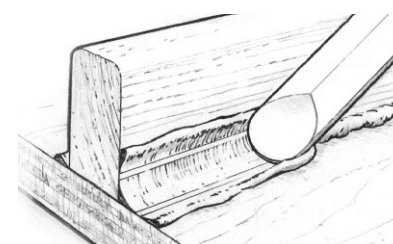

Figure 13 Formez et lissez le flanc de raccordement à l'aide d'un outil de filetage arrondi.
2. Moulez et lissez l'époxyde épaissi extrait en un flanc de raccordement en tirant un outil arrondi fileté (804 Mixing Stick) tout au long du joint, entraînant l'excédent de substance devant l'outil et laissant un flanc de raccordement lisse en forme concave bordé de chaque côté par une marge propre. Quelques matériaux de filetage en plus resteront en dehors de la marge (Figure 13). Utilisez tous les matériaux pour combler les vides. Lissez le flanc de raccordement jusqu'à obtention de satisfaction de son apparence. Un bâton mélangeur